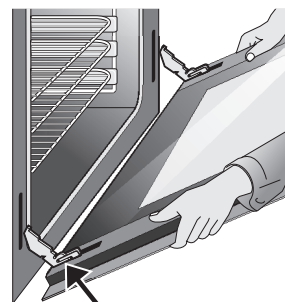

Figure 25: Retirez soigneusement la porte en tenant les deux côtés et en tirant les charnières hors du cadre de la porte.
4. Avant de terminer cette étape, soyez prêt à soutenir le poids entier de la porte du four tout en la saisissant par les côtés avec les deux mains. Tenez les côtés de la porte du four par le milieu. Fermez la porte du four à environ 4 po. du cadre de la porte. La porte du four doit se dégager elle-même du cadre. (Figure 25).
3. Ouvrez complètement la porte du four. (Figure 25).